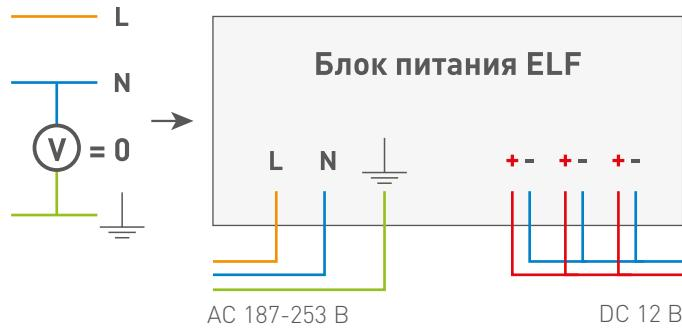

Рис. 4
- Для объектов [электроустановок], в которых применён принцип изолированной нейтрали [Рис. 4].
**▲ ВАЖНО:** При данном способе подключения к входному терминалу изделия подключаются все провода линии связи (фаза, ноль, заземление), предназначенной для подачи напряжения питания на изделие [Рис. 4]. Подключение заземляющего провода является обязательным!